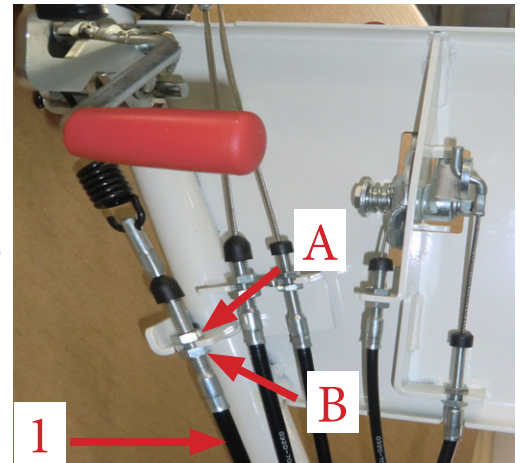

Bild 21
- Wenn das Messer mit entspanntem Messerkupplungshebel nicht stoppt, stellen Sie den Messerkupplungsbowdenzug (Bild 21 Pos. 1) wie folgt ein:
Lösen Sie die Muttern (Bild 21 Pos. A & B) und verringern Sie die Spannung, ziehen Sie die Muttern A & B wieder an.